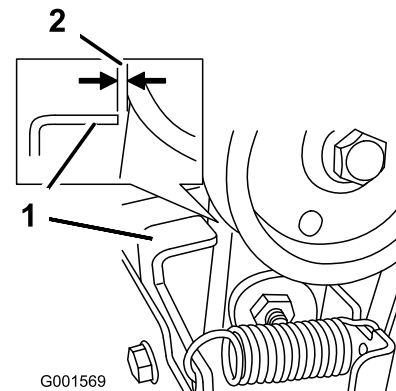

Bild 37
3. Kuppeln Sie den Räumwerk-/Gebläseradhebel aus und stellen Sie sicher, dass der Abstand zwischen der Schneckenkupplung und der Lasche 1,5 mm beträgt (Bild 37).